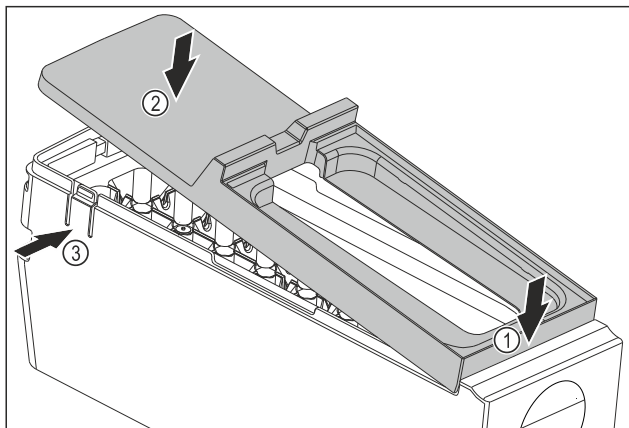

Fig. 174
- ▶ Монтаж на капака на корпуса на EasyTwist-Ice: Поставете капака отпред. Fig. 174 (1)
- ▶ Спуснете капака отзад. Fig. 174 (2)
- ▶ Капакът се фиксира с щракване в двете езичета Fig. 174 (3).